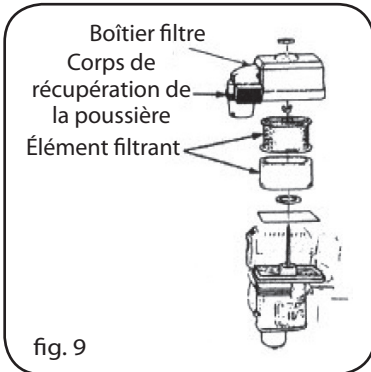

fig. 9
2. FILTRE ANTI-POUSSIÈRE (Fig. 9)